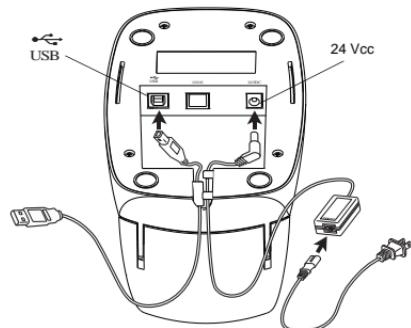

Figura 32
- 3 Inserire il cavo di alimentazione nell'adattatore. Vedere la Figura 32.